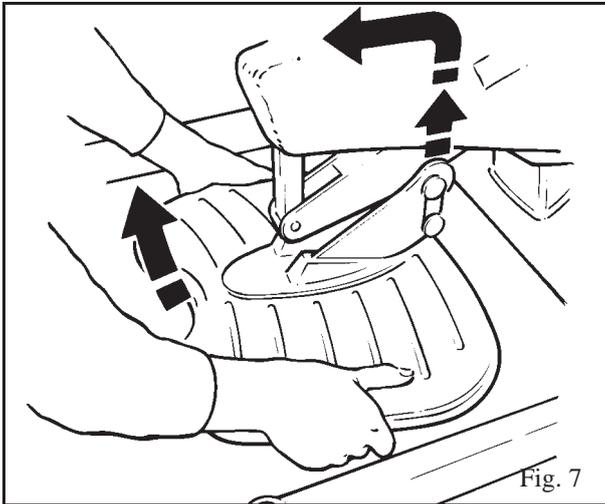

Fig. 7
5. Empurre o suporte de pés em sua direção até que saia da estrutura do suporte. (Consulte Fig. 7)